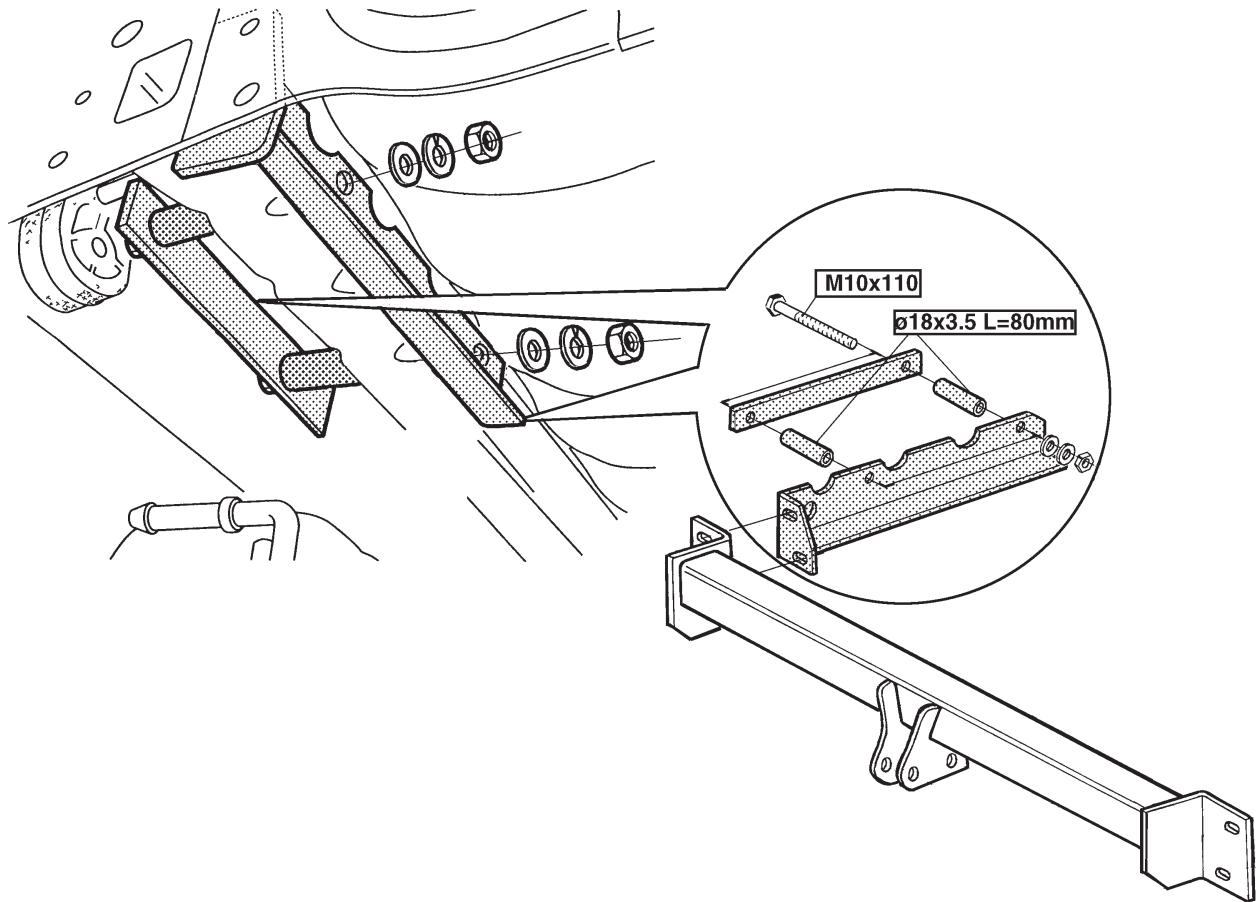
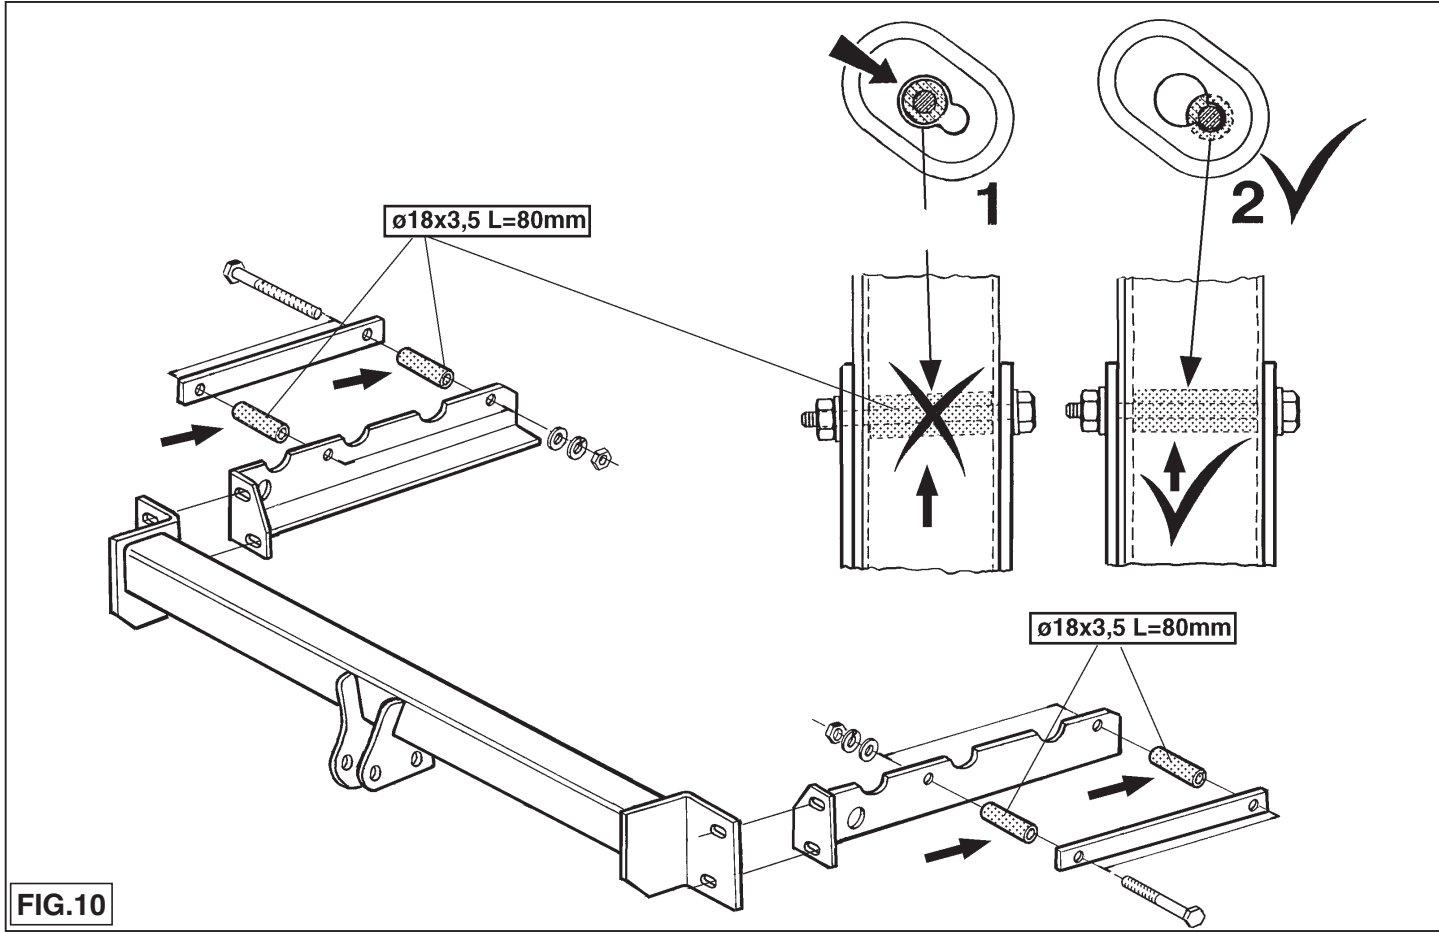

FIG.9
FIG.10
2. Enfoncer les boulons M10x110 dans les trous des plaques A (conformément à la fig.8) et faire glisser les entretoises B ($\varnothing 18 \times 3,5$ L=80mm) par dessus. Positionner les plaques A et les accessoires C et D. La figure 9 représente le montage de gauche. Fixer le tout à l'aide de quatre écrous M10, rondelles grower et de blocage incluses.
Attention ! Vérifier à l'aide de la fig.10 que le montage sur le véhicule est correct. Positionner l'attache-remorque et la fixer conformément à la fig.11 à l'aide de quatre boulons M10x40, y compris les doubles rondelles grower et de blocage. Serrer tous les boulons et écrous conformément au tableau. Remettre le pare-chocs en place et fixer la barre à rotule conformément à la fig.12 à l'aide d'un boulon M12x65/21,2 et d'un boulon M12x70/26,2, y compris la prise électrique, les rondelles de blocage et les écrous autobloquants. Remettre en place les pièces déposées au point 1.
2. Skjut enligt fig.8 skruvarna M10x110 genom hålen i skenorna A och skjut distansbussningarna B (ø 18x3,5 L=80mm) över dessa. Placera skenorna A och hjälpstyckena C och D. I fig.9 återges monteringen till vänster. Montera det hela med fyra muttrar M10 inklusive fjäder- och planbrickor. **OBS!** Kontrollera med hjälp av fig.10 att monteringen på fordonet sker på rätt sätt.
2. Stik M10x110 boltene gennem hullerne i skinnerne A ifølge fig. 8 og skub afstandsstykkerne B (ø18x3,5 L=80mm) henover disse. Anbring skinnerne A og beslagene C og D. Montagesituationen i venstre side illustreres i fig. 9. Monter helheden med fire M10 møtrikker inklusiv plan- og fjederskiver. **NB!** Jævnfør fig. 10 og kontroller, om helheden er monteret korrekt på køretøjet.
2. Atravesar de acuerdo con la fig. 8 los tornillos M10x110 por los orificios en las tiras A y encajar sobre los mismos los tubos distanciadores B ($\phi 18 \times 3.5$ L=80mm). Colocar las tiras A y los accesorios C y D. El montaje a la izquierda se refleja en la fig. 9. Fijar el conjunto por medio de cuatro tuercas M10 inclusive arandelas grover y planas. **¡Atención!** Controlar con ayuda de la fig. 10 el montaje correcto en el vehículo. Colocar el gancho de remolque y fijarlo de acuerdo con la fig. 11 por medio de cuatro tornillos M10x40 inclusive arandelas dobles planas y grover. Apretar todos los tornillos y tuercas de acuerdo con los puntos de la tabla. Volver a poner el parachoques y fijar la bola de acuerdo con la fig. 12 por medio de un tornillo M12x65/21.2 y un tornillo M12x70/26.2 inclusive placa enchufe, arandelas planas y tuercas de seguridad. Volver a poner lo retirado bajo punto uno.